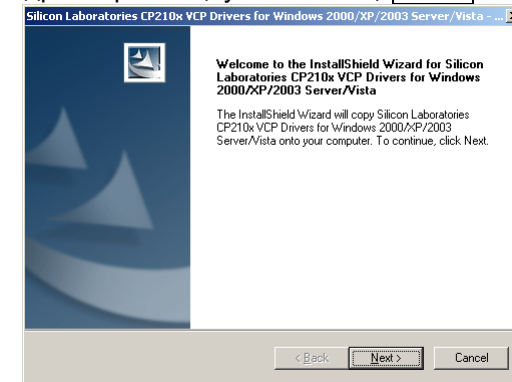

Рисунок 6.9
- на екрані з'явиться вікно (рисунок 6.9), клацнути по кнопці **Next**;